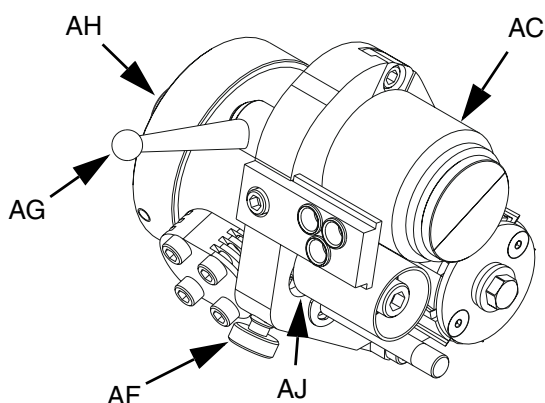

FIG. 4
4. Draai, met de veiligheidspal ingeschakeld, de snijdermotor (AH) rechtsom om de snelheid te verminderen. Zie FIG. 4. Draai indien nodig linksom om de snelheid te verhogen.
3. Draai de snijdermotor (AH) terwijl de veiligheidspal is ingeschakeld: draai de motor rechtsom om het toerental te verhogen en linksom om dit te verlagen. Zie FIG. 4.
2. Schakel de spanningsvergrendeling (AG) uit door deze richting de voorzijde van het pistool te drukken.
3. Draai de stelknop (AF) van de snijder: linksom om de spanning te verhogen en rechtsom om deze te verlagen. Zie FIG. 4.
Als u de spanning van het aambeeld (AC) ten opzichte van het tussenwiel (AJ) wilt afstellen, kunt u de positie van het tussenwiel afstellen. Zie FIG. 4 op pagina 7.